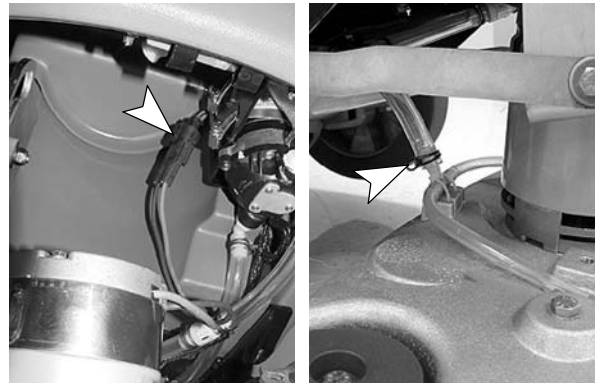

FIG. 68
2. Débranchez le connecteur de câble du moteur de brosse et débranchez le tuyau d'alimentation en solution (Figure 68).